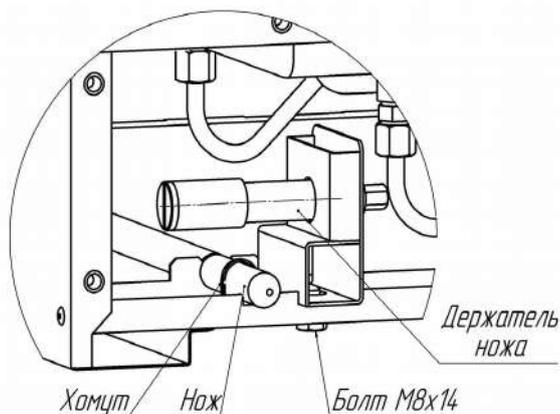

Рис. 1
5.2 Срежьте крепежный хомут и выньте нож из корпуса установки (рис.1).
5.3 Открутите болт М8х14 и выньте держатель ножа (рис.1).